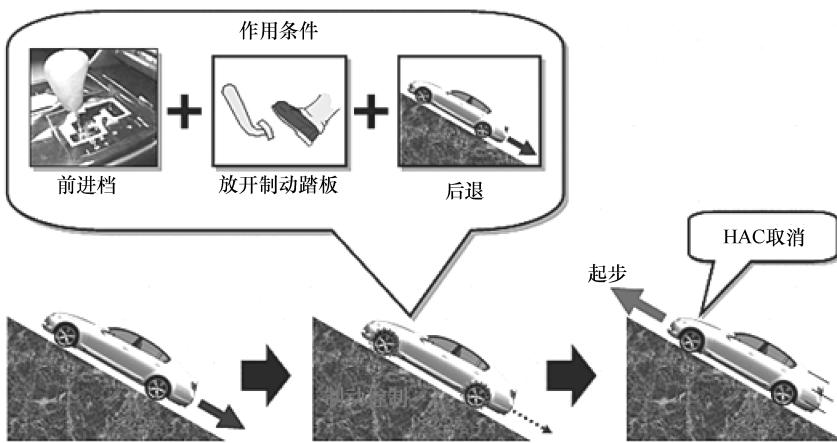

图 1-26 HAC 工作过程
(2) HAC 工作过程 如图 1-26 所示，HAC 的工作过程如下：
- ① 变速杆处于前进档 (自动档车型)。
- ② 放开制动踏板。
- ③ 将脚由制动踏板转向加速踏板。
- ④ 驾驶人将驻车制动 (某些车型为脚制动或电子制动) 松开，并踩下加速踏板，HAC 便会自动取消。另外，在坡路上倒车时该系统同样起作用。